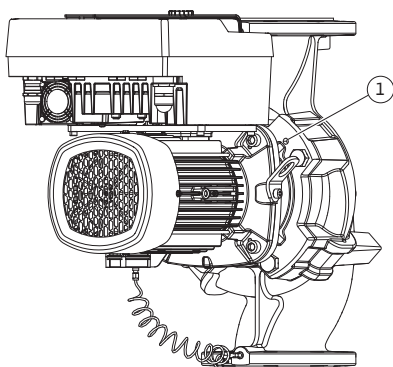

Fig. 104: Pressionar a unidade de impulsor motor através dos orifícios roscados
11. Desapertar o parafuso (Fig. I/III, pos. 10, Fig. II/IV, pos. 29) que suporta a chapa de suporte do sensor da pressão diferencial. Puxar o sensor da pressão diferencial (Fig. I, pos. 8) com a chapa de suporte para o lado e deixar suspenso nas linhas de medição de pressão (Fig. I, pos. 7). Desligar o cabo de ligação do sensor da pressão diferencial no módulo eletrónico ou desconectar da ligação da ficha e puxar para fora.
12. Para o modelo da bomba (Fig. III, IV) desapertar os parafusos (pos. 29). Utilizar os dois orifícios roscados que se encontram ao lado (Fig. 104, pos. 1) e utilizar os parafusos adequados disponibilizados no local (por exemplo, M10 x 25 mm). Retirar a unidade de impulsor motor do corpo da bomba.